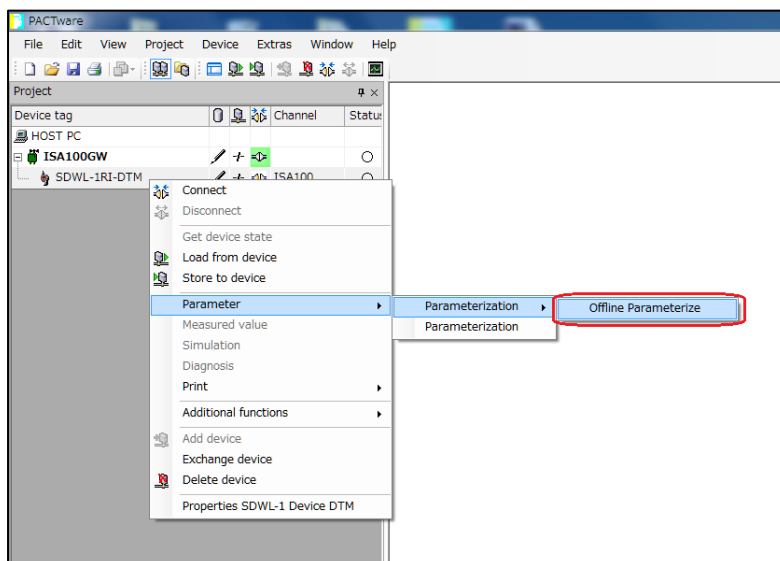

図 5-36 Offline Parameterize メニューの選択
- ① 前項（オンラインでの起動）の⑭までの操作を行います。
- ② メイン画面左のツリーメニュー⇒SDWL-1（タグ名）を右クリックし、「Offline Parameterize」を選択します。（図 5-36）